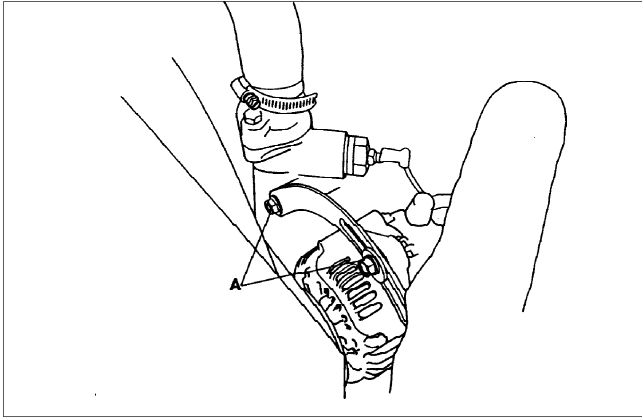

Fig. 40
- (a) Svitare l'anello di bloccaggio, togliere l'elemento del filtro (A Fig. 40) e gettarlo via.
Umleitventil-Mechanismus (Abb. 40)
Meccanismo di Funzionamento della Valvola di Deviazione (Fig. 40)